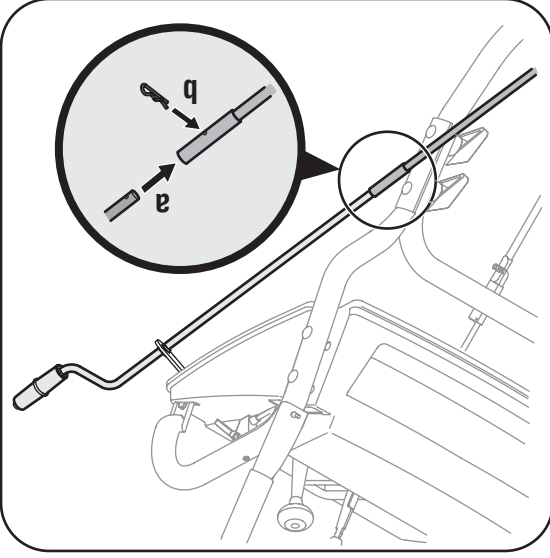

Figure 3
- Dégagez la goulotte fendue de l'extrémité de la manivelle supérieure dans la goulotte. Enfoncez la manivelle supérieure dans la manivelle inférieure. Des pinces peut aider dans ce travail. Voir la Figure 3.
- a. Alignez les trous sur les manivelles. Voir la Figure 3.